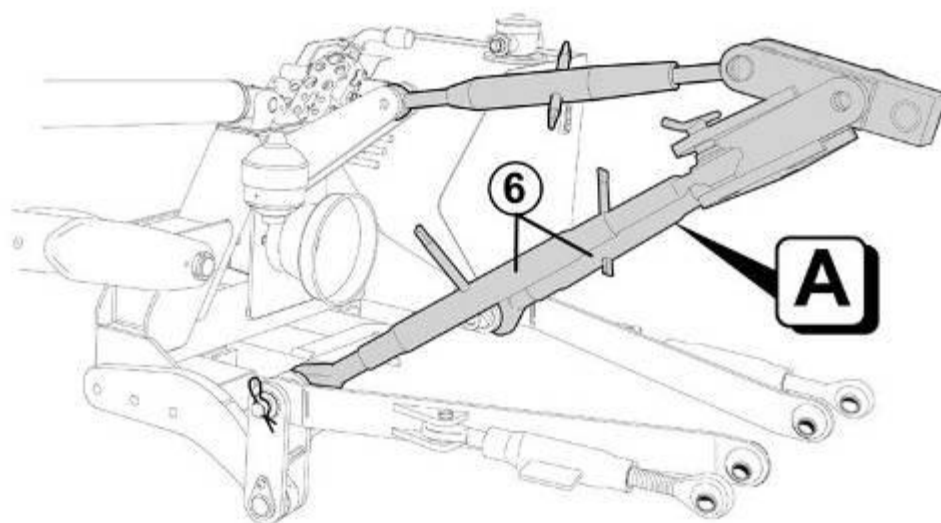

FIG. 4.5
- По запросу FERRI поставляет соединительное устройство “DELTA Connection” (РИС. 4.5 - А) которое позволяет установить стабилизаторы (6) без всякой настройки пользователем.